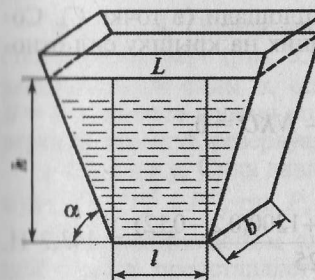

Рис. 3.3
**Задача 3.3.** Определить силы давления жидкости на стенки и основание открытого сосуда, если  $l = 5$  м;  $b = 3$  м;  $\rho = 1000$  кг/м3;  $h = 2$  м;  $\alpha = 60^\circ$ ;  $g = 10$  м/с2 (рис. 3.3).